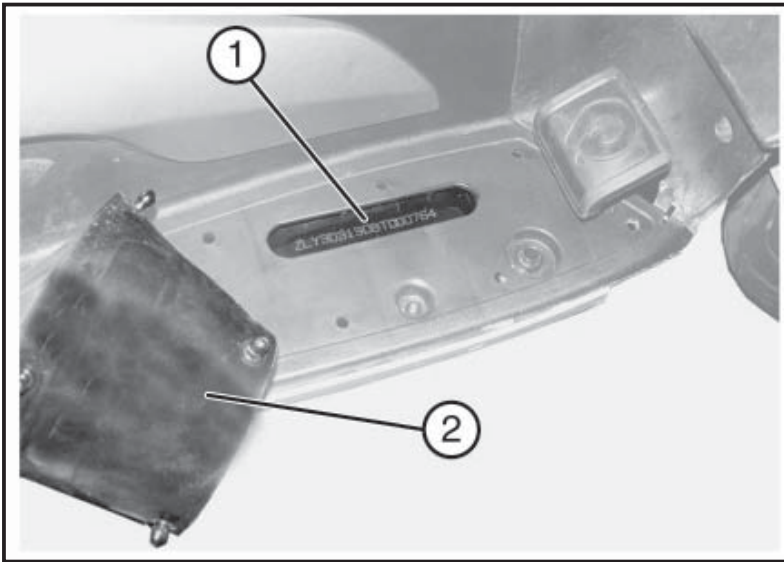

Fig. 01
- Le numéro de chassis «**1 - Fig. 01**» est frappé sur la traverse droite du chassis ; pour y accéder, soulever le tapis de sol en caoutchouc droit «**2 - Fig. 01**».